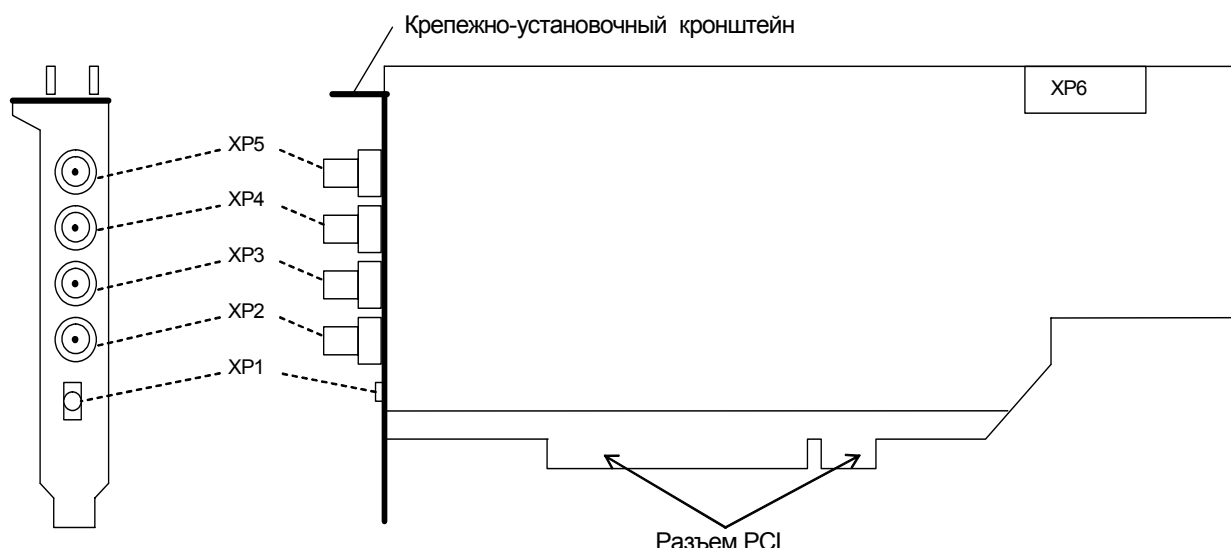

Рис. 4.1. Схема расположения разъемов.
4.2.5. Для предотвращения выхода из строя платы ЛА-н1РСІ на входные разъемы необходимо подавать сигналы с параметрами, указанными в таблице (Таблица 4. 1). Расположения разъемов указано на рисунке (Рис. 4.1).